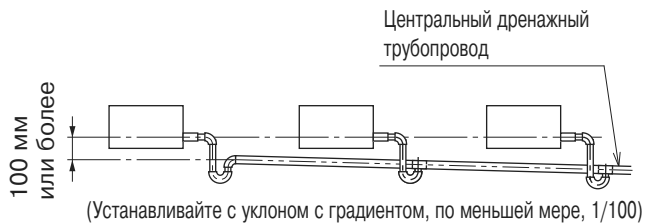

Рис. 7-2
- Во избежание образования воздушных пробок следите за тем, чтобы не превышалась допустимая длина дренажной трубы, и обеспечивался ее наклон вниз с градиентом не менее  $1/100$ . (См. рис. 7-2)